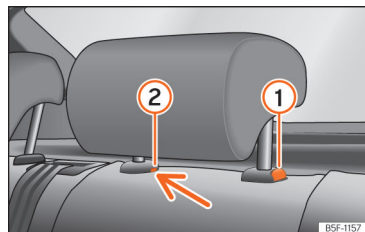

Fig. 70 Encostos de cabeça traseiros desmontagem.
- Pressione o botão »» Fig. 70 ①, pressionando ao mesmo tempo através do orifício da trava de segurança ② com uma chave de fendas plana com um máximo de 5 mm de largura e retire o encosto de cabeça.